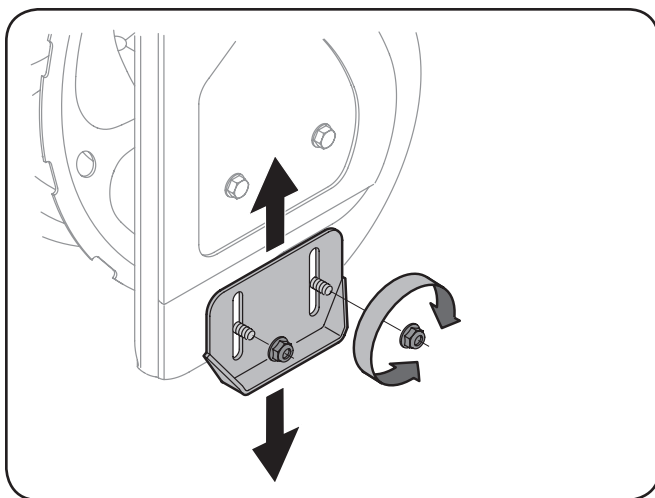

Figure 3-6
1. Afloje las cuatro tuercas hexagonales (dos en cada lado) y los pernos del carro. Mueva las zapatas antideslizantes a la posición deseada. Vea la Figure 3-6.